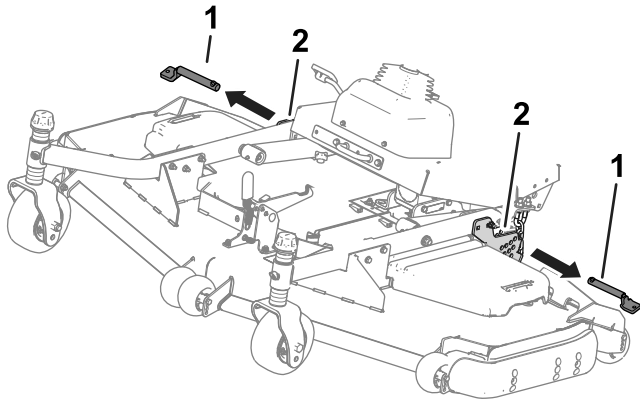

Figura 38
- Retire los pasadores de las placas de altura de corte (Figura 38).